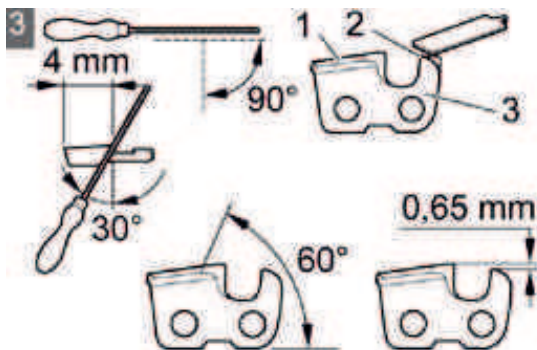

Рис. 14
11.1 Заточка цепи (рис.14)
4. Режущее звено (рис.14 поз.3), включает в себя режущий зуб (рис.14 поз.1), и ограничитель (рис.14 поз.2).
6. При заточке соблюдайте углы режущего зуба (рис.14 поз.1) и высоту ограничителя глубины (рис.14 поз.2) как показано на рис.14. Убедитесь, что все режущие зубья цепи после заточки имеют одинаковую длину и ширину.
8. В конце слегка закруглите переднюю часть ограничителя глубины (рис.14 поз.2).